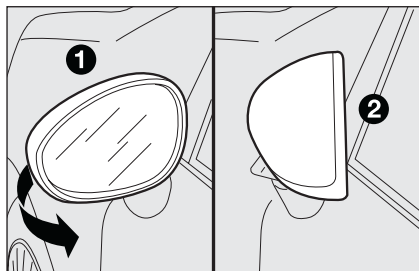

fig. 34
Si nécessaire (par exemple lorsque l'encombrement du rétroviseur crée des difficultés dans un passage étroit) il est possible de déplier les rétroviseurs en les déplaçant de la position **1**-fig. 34 à la position **2**.
**Pendant la marche les rétroviseurs doivent toujours être dans la position 1-fig. 34.**